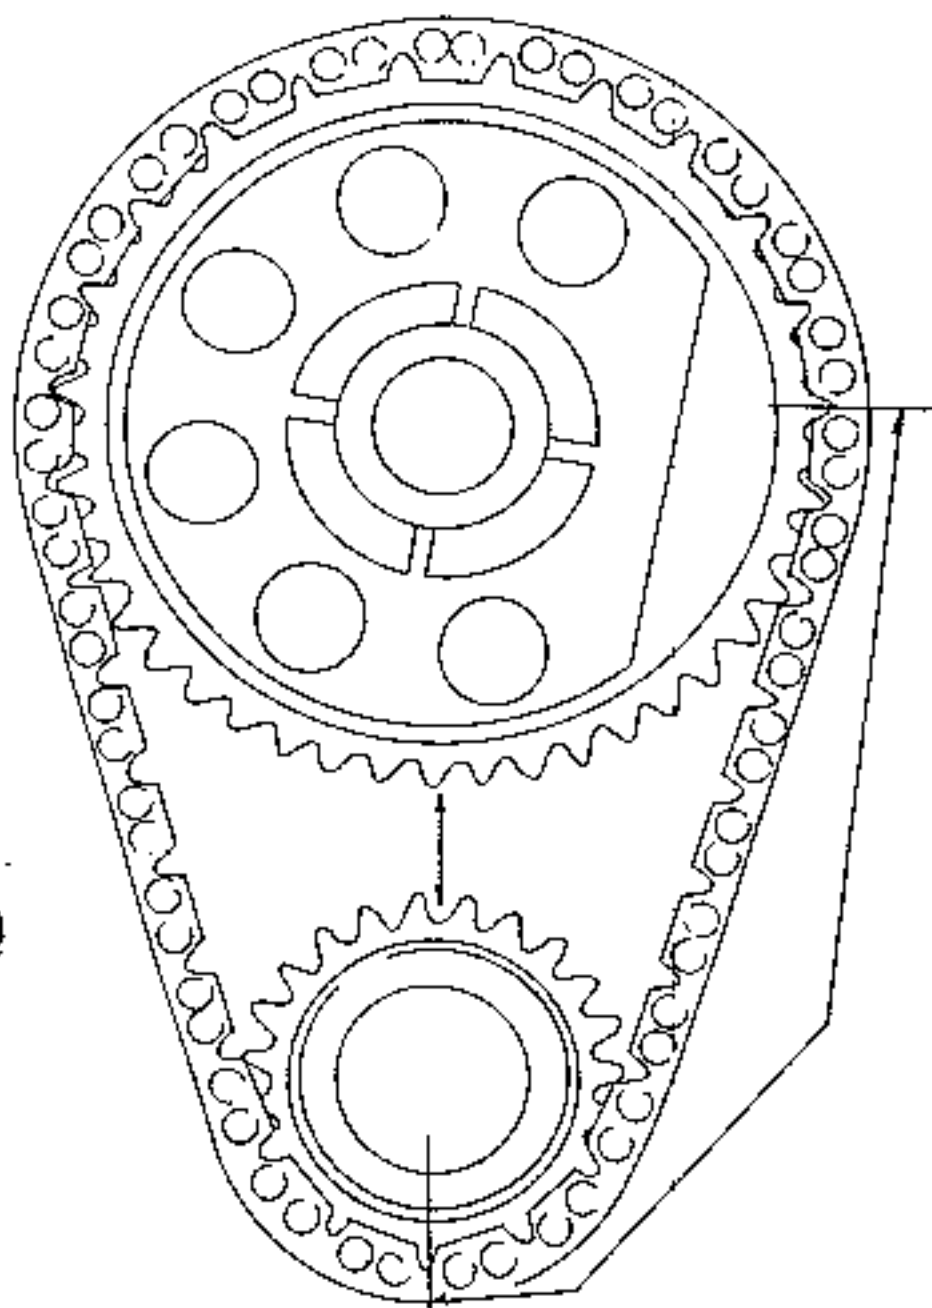

Bild 26
- Steuerkette und die beiden Kettenräder wie in Bild 26 gezeigt zusammensetzen, so dass die beiden Steuermarken gegenüberliegen.
- Um zu kontrollieren, dass die Steuerkette einwandfrei eingebaut ist, die Kurbelwelle durchdrehen, bis die Steuermarke des Nockenwellenrades auf der rechten Seite in waagrechtter Ebene liegt. Von dieser Stelle ausgehend, die Anzahl der Stifte der Kettenglieder bis zur Steuermarke des Kurbelwellenrades abzählen, wie es Bild 26 zeigt. 20 Stifte